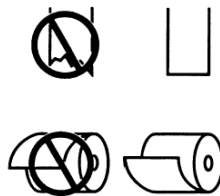

Ilustración 2-4 – Instalando el rollo de papel.
1. Utilizando unas tijeras, corte el extremo del rollo de papel, como se muestra en la ilustración 2-4.
Fijese en la dirección en que sale el rollo de papel en la ilustración 2-4.